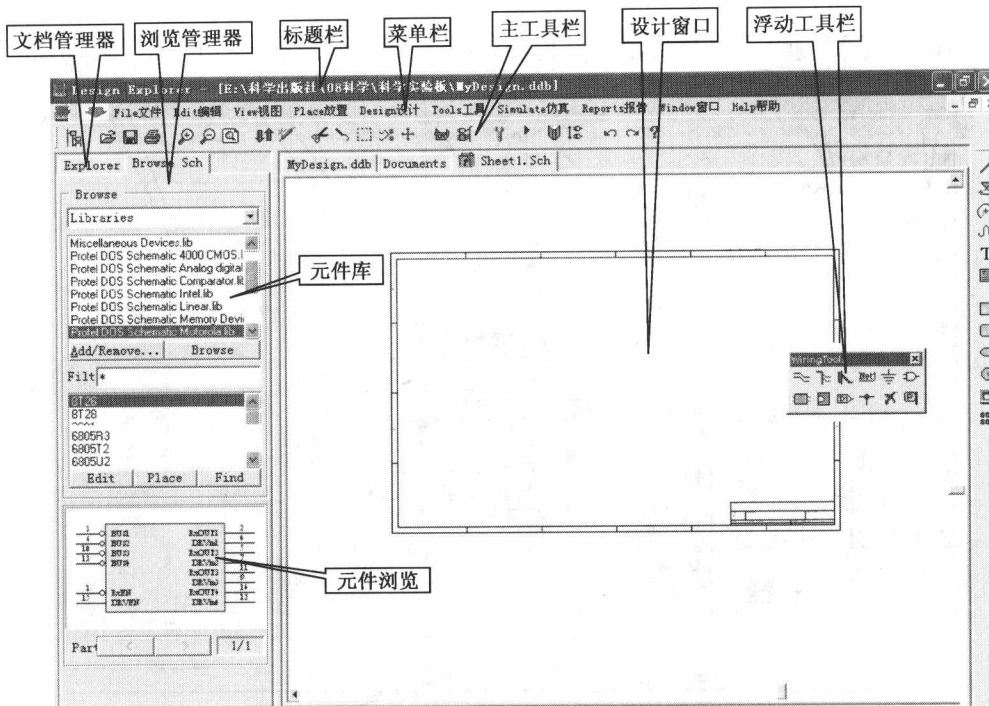

图 1-16 原理图设计界面
4) 双击原理图文件或单击设计管理器原理图文件名图标即可启动原理图编辑器, 进行原理图设计, 如图 1-16 所示。